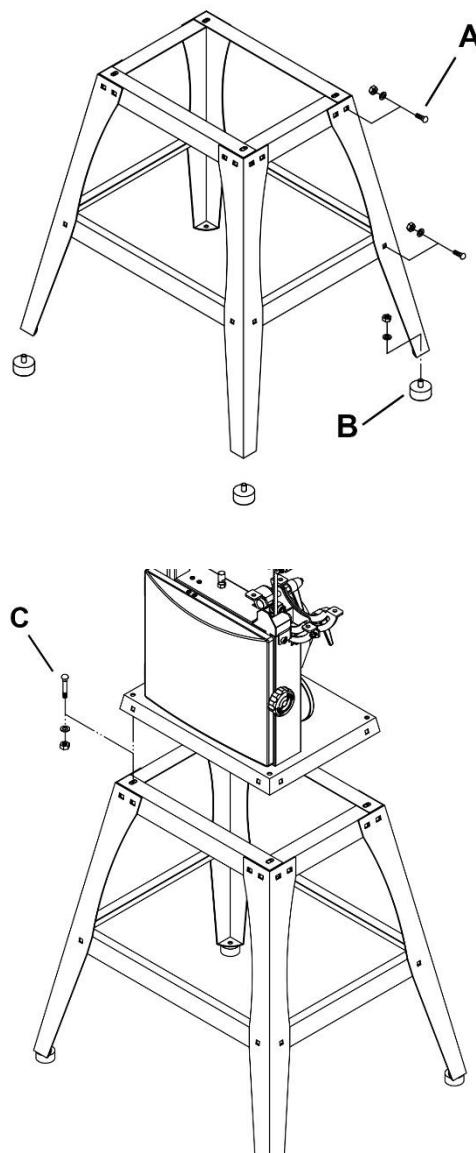

Рисунок 2
- Прикрепите уголки рамы и поперечины к ножкам с помощью болтов M8X16 (A, Рис. 2), плоских шайб 8 мм и шестигранных гаек M8 согласно рисунку ниже, **но пока не затягивайте гайки**.
- Прикрепите по одной опоре (B, Рис. 2) к каждой ножке стендса и закрепите их при помощи 8 мм плоских шайб и шестигранных гаек M8.
- Установите станок на стенд и закрепите его при помощи болтов M8x55 (C, Рис. 2), 8 мм плоских шайб и шестигранных гаек M8.